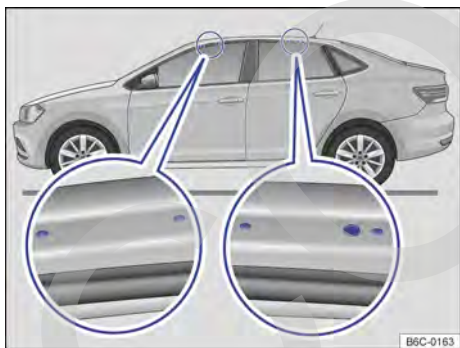

Fig. 118 Puntos de fijación de los soportes básicos del portaequipaje de techo (ambos lados)
Los orificios o marcas de los puntos de fijación de los soportes básicos son visibles con las puertas (delanteras y traseras) del vehículo abiertas y se encuentran a los lados en las vigas del techo → fig. 118 (fragmento ampliado). Los orificios o marcas para fijación detrás se encuentran a en la parte inferior de las vigas del techo → fig. 118 (fragmento ampliado derecho).
- Fije los soportes básicos sólo en las marcas indicadas en la figura → fig. 118.